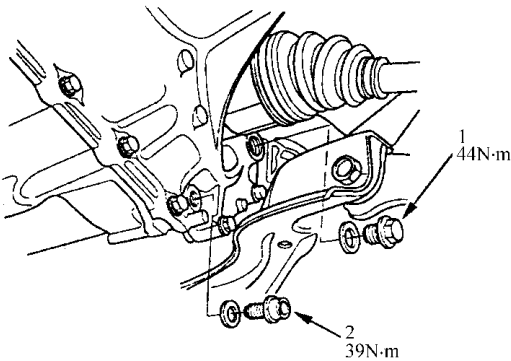

图 4-27 拆卸变速器排放塞
3) 如果变速器油被污染，如图 4-27 所示，拆除排放塞，将油排干。